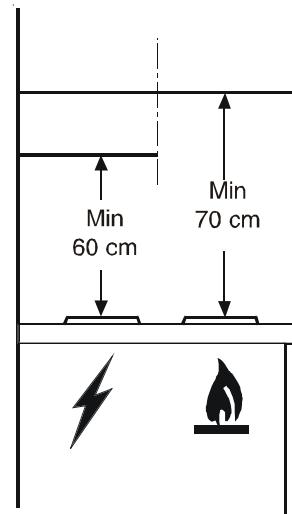

Рис. 4
- Монтаж вытяжного вентилятора должен осуществляться на высоте не менее чем 60 см над электрической плитой или не менее чем 70 см над газовой плитой или варочной поверхностью, работающей на смешанном виде топлива (рис. 4).
Вытяжной вентилятор должен быть установлен на стене или под настенным навесным шкафом. Расстояние от установленного вытяжного вентилятора до электрической варочной поверхности должно составлять не менее 60 см и не менее 70 см до газовой варочной поверхности или варочной поверхности, работающей на смешанном виде топлива (рис. 4).